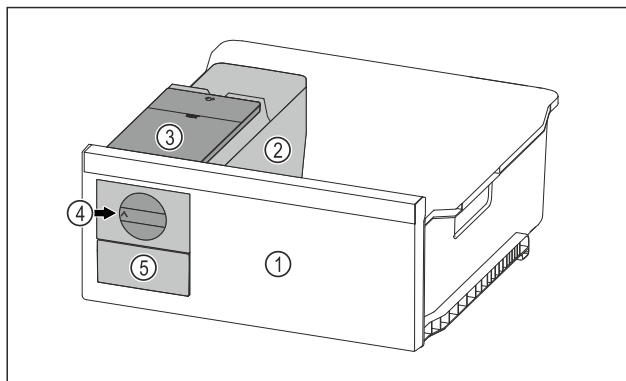

Fig. 148 Beispielhafte Darstellung
- Drehknopf Fig. 148 (4) im Uhrzeigersinn bis zum Anschlag drehen.
- Eiswürfel fallen aus der Eiswürfelschale in das Eiswürfelschubfach Fig. 148 (5).